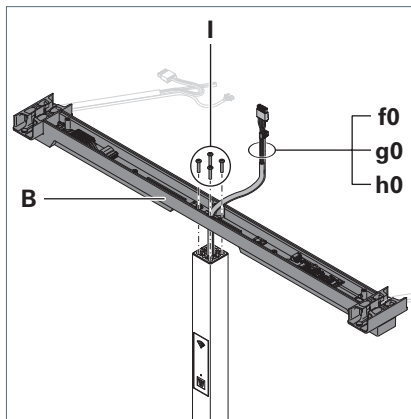

Fig. 7: Montare la traversa sul tubo verticale.
1. Fare passare le linee **f0**, **g0**, **h0** dal basso attraverso la traversa **B** e innestare la traversa sul tubo verticale, vedere Fig. 7.